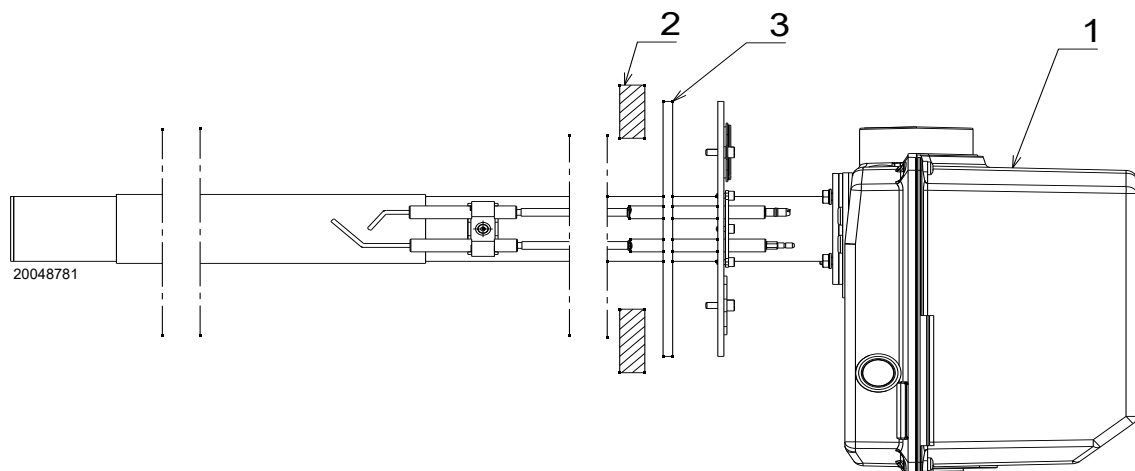

Рис. 8
- Закрепите горелку 1) (Рис. 8) к дверце котла 2) 4 винтами и (при необходимости) 4 гайками, проложив изоляционный экран 3).